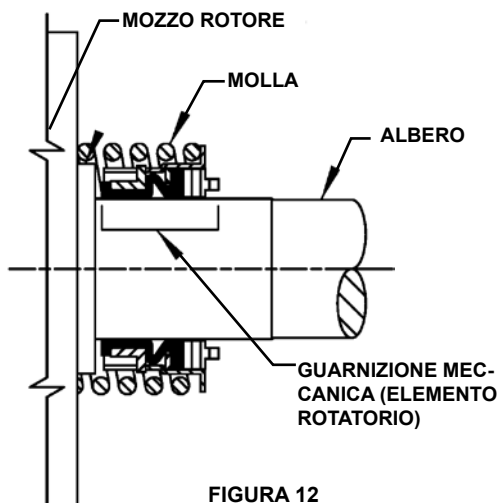

FIGURA 12
5. Posizionate la molla sull'albero contro il mozzo del rotore. **Vedere Figura 12.**